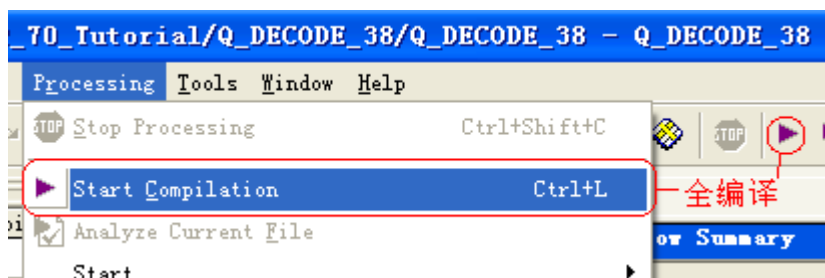

图 2-16 执行 start compilation
13. 全编译文件。点击菜单项 Processing->start compilation、点击图标  或使用 CTRL+L 执行全编译，如图 2-16。